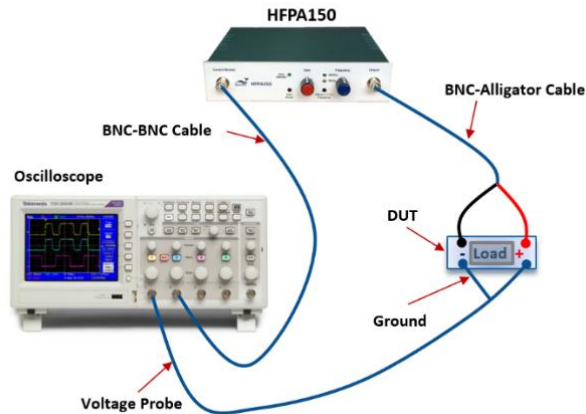

图 7: 测试接线图
2. HFPA150「信号输出端口」连接另一条 BNC 转鳄鱼夹线材，此线材的另一头与待测物（DUT）及电压探棒连接至示波器 CH1（如图 7）。